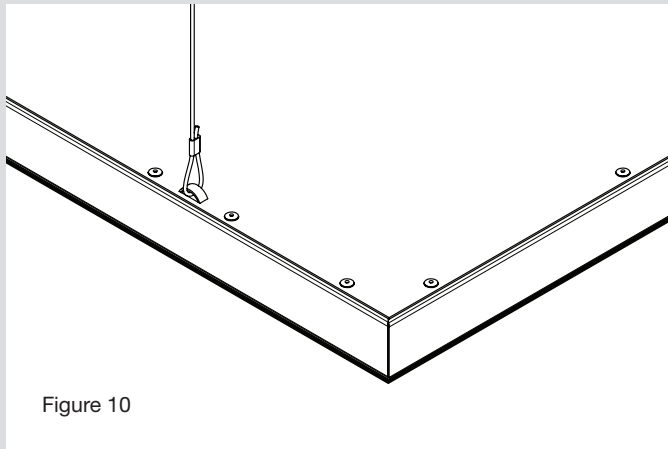

Figure 10
5. Déposer le panneau sur les barres en T et suspendre le panneau au plafond à l'aide de câble de suspension. Voir Figure 10. Un câble de suspension (non inclus) doit être fixé à chacune des 4 attaches de suspension et fixé à la structure du plafond.